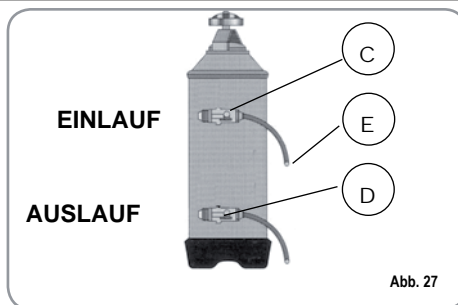

Abb. 27
- 1) Maschine ausschalten und einen Behälter mit einem Fassungsvermögen von mindestens 5 Litern unter das Rohr E stellen (Abb. 27).